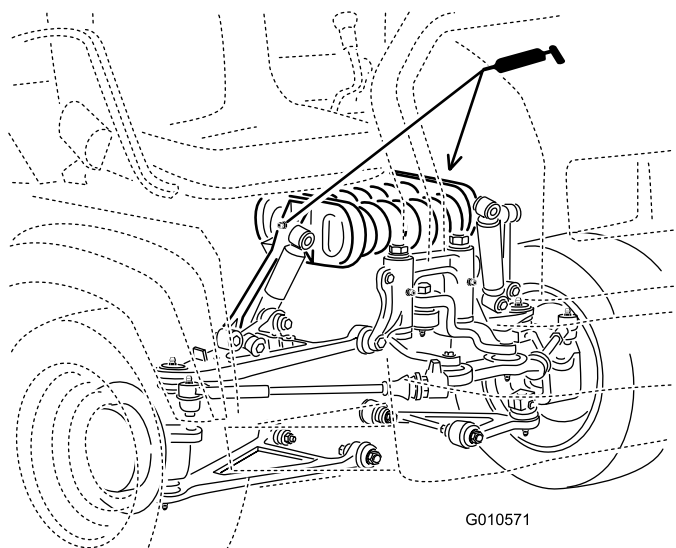

Figura 49
Braccio di spinta (2); fate riferimento alla Figura 49